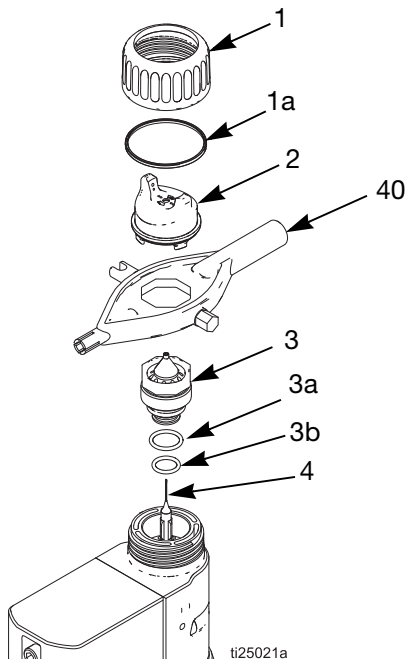

FIG. 30. Udskiftning af lufthætte/-dyse
2. Fjern holderingen (1) og lufthætten (2). Se FIG. 30.